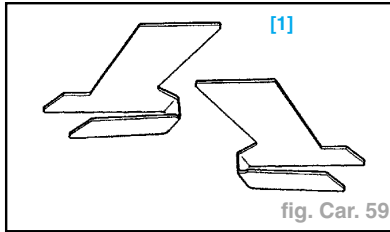

fig. Car. 59
- Pour le traçage de la coupe, utiliser le gabarit référence **4607-T** (fig. Car. 59).